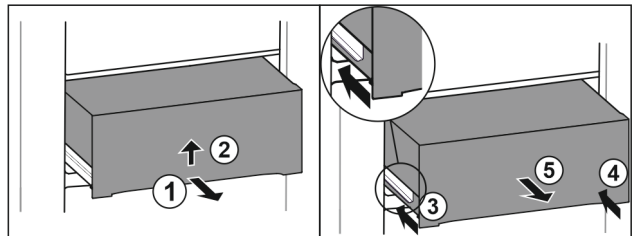

Fig. 40
- Estrarre il cassetto a metà. Fig. 40 (1)
- Sollevare il cassetto nella parte inferiore. Fig. 40 (2)
- Inserire la guida sinistra. Fig. 40 (3)
- Inserire la guida destra. Fig. 40 (4)
- Rimuovere il cassetto tirandolo in avanti. Fig. 40 (5)